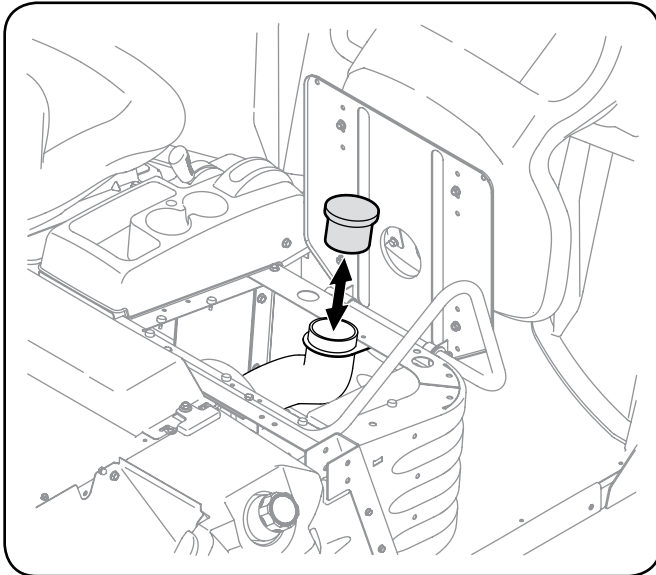

Figura 5-12
2. Empuje el filtro hacia el exterior del tubo de entrada de la CVT, como se muestra en la Figura 5-12, y lávelo con agua jabonosa.